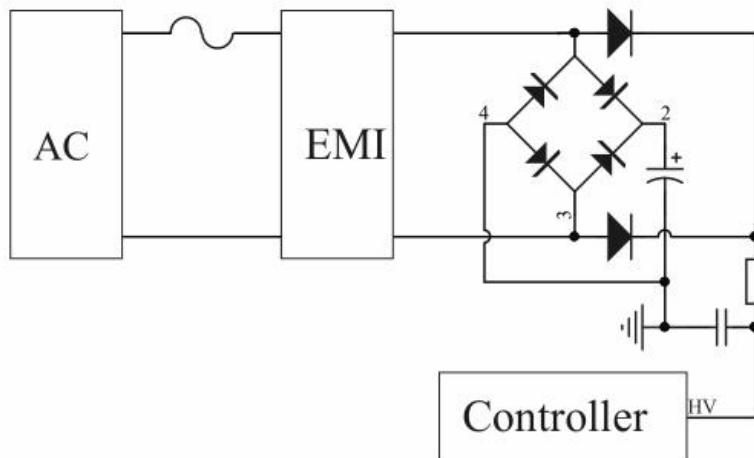

图 1：高压启动电路
DK012G 包含多功能高压 (HV) 引脚。为达到快速启动，内部集成了高压启动电路，可以快速启动电源同时能够有效降低待机功耗，如图 1 所示，能够快速准确监测输入电压，在输入掉